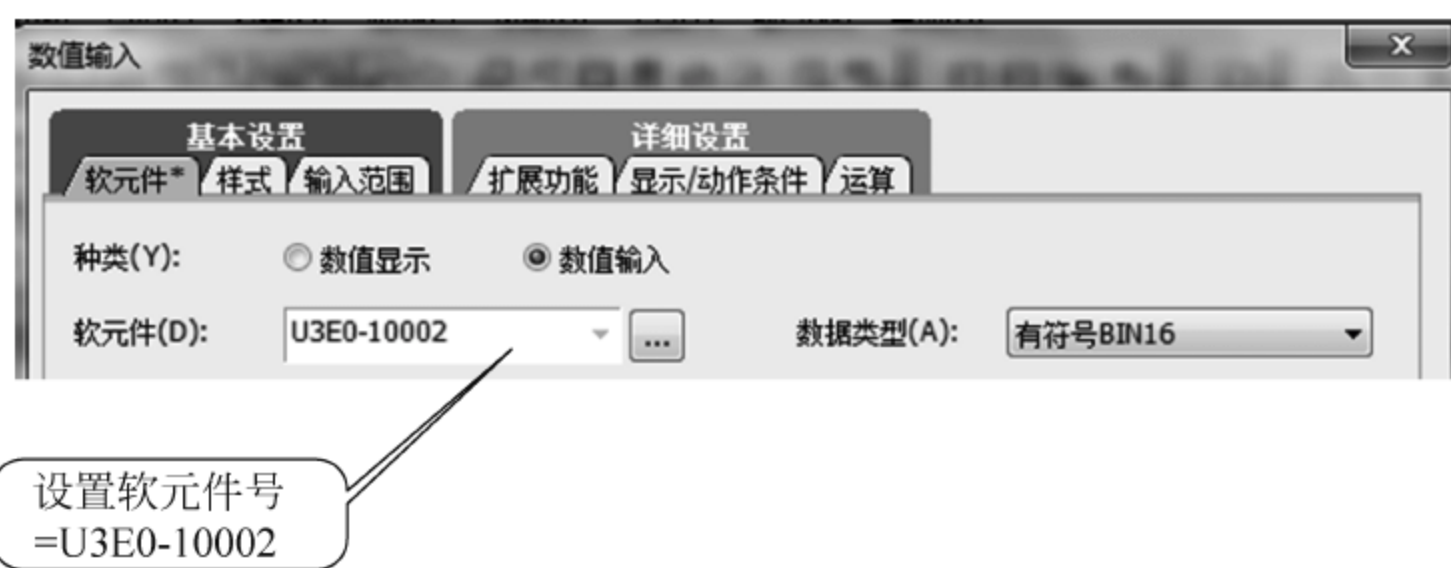

图 24-13 器件地址号的设置
(1) 在 GOT 上制作一“数据输入”器件，该器件用于输入数据。器件的地址号根据表 24-1 设置为“U3E0-10002”，如图 24-13 所示。